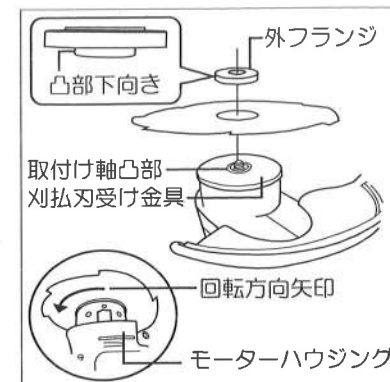

図7
(図7参照)
⑥外フランジの凸部を下向きにして回転軸ネジにねじ込み、回転軸をロックして付属のスパナで確実に締め付けてください。(図7,8参照)